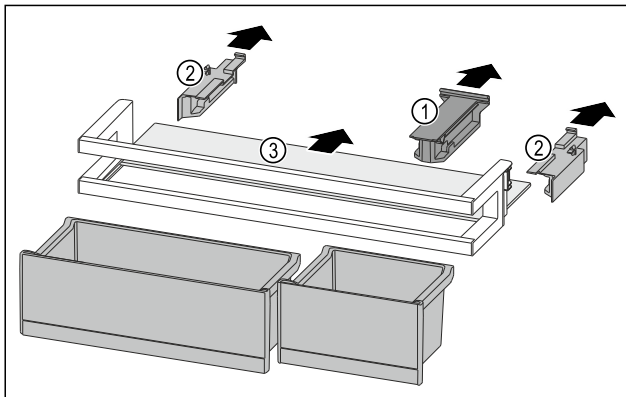

Fig. 88
- ▶ Halteteil Fig. 88 (1) abziehen.
- ▶ Seitenteile Fig. 88 (2) abziehen.
- ▶ Abstellfläche Fig. 88 (3) entnehmen.